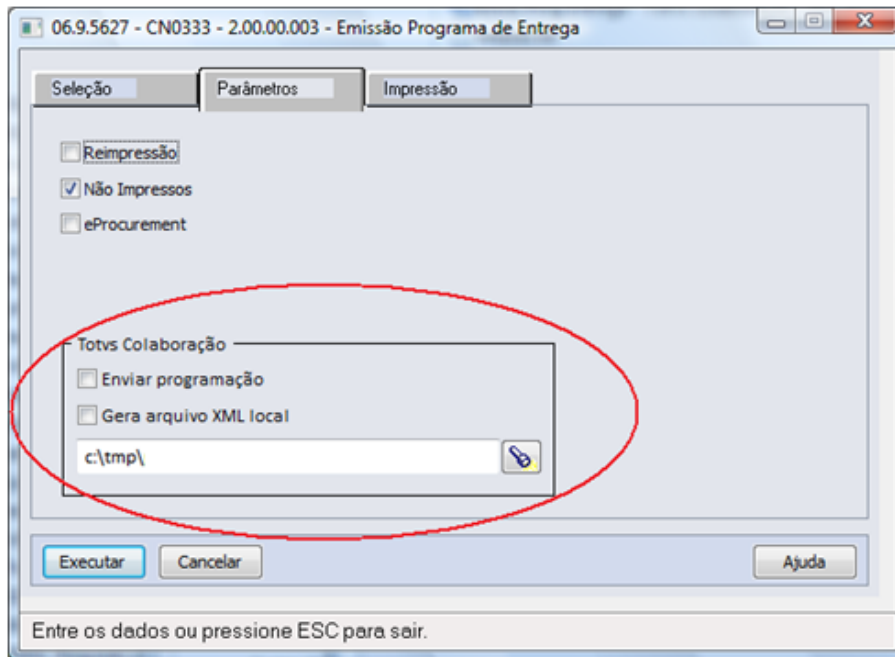

Figura 12 – Emissão de Programa de entrega – Folder Parâmetros
- Emissão de Programa de entrega – Realiza o envio de programação de entrega para o fornecedor via TOTVS Colaboração. Deve ser marcada a opção “Enviar programação” para que seja enviada a mensagem XML para o TSS, conforme figura 12.